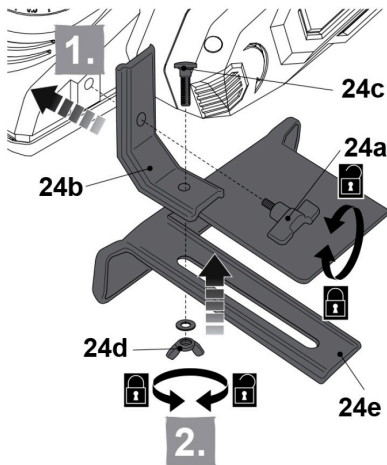

Рис. 4
1. Установіть вугловий кранштейн (24b) на фрезерний станок і закріпіть його з допомогою шруба (24a), затягнувши її до упору для закріплення паралельного кранштейна (Рис. 4).
2. Регулюйте ширину паралельного кранштейна (24e) до необхідної ширини строгання або фрезерування і закріпіть кранштейн на кранштейні (24b) з допомогою балки (24c), шайби і крильчатого гайки (24d) (Рис. 4).